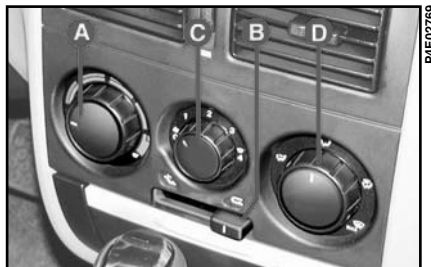

fig. 46
COMENZI fig. 46
5) Aer condiționat: apăsați butonul **C-fig. 46**.
Sistemul de aer condiționat este foarte util pentru accelerarea dezaburirii, deoarece usucă aerul. Este suficient să reglați comenzile pentru dezaburire și să porniți aerul condiționat apăsând butonul **C-fig. 46**.